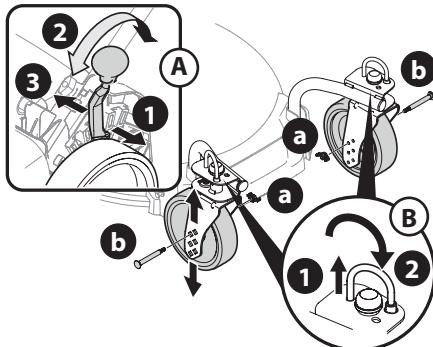

Figura 24
NOTA: la palanca de ajuste de altura de corte se ubica por encima de la rueda izquierda trasera (Recuadro A, Figura 24).
NOTA: la altura de corte de las rueditas giratorias se determina al seleccionar una de las seis posiciones en el montaje de cada ruedita giratoria (Figura 24).
6. Las rueditas giratorias se pueden bloquear en una posición recta hacia adelante o para que giren libremente. (Recuadro B, Figura 24).